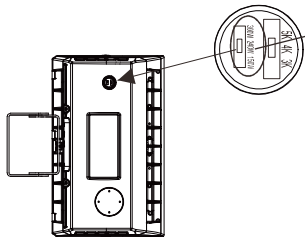

figura 19
Paso 2: Tras ajustar el control de [1]{2}función pertinente, aprieta la clavija metálica en sentido horario. (figura 19).